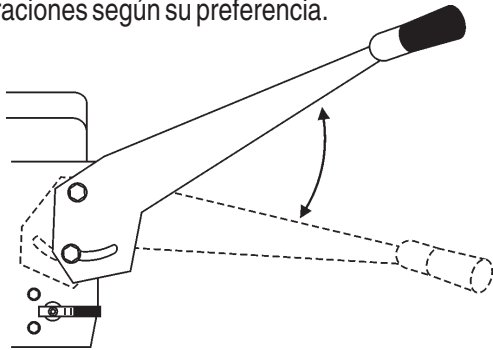

Figura 36. Manubrio ajustable de altura
2. Mueva el manubrio (Figura 36) hacia arriba o abajo para operaciones según su preferencia.